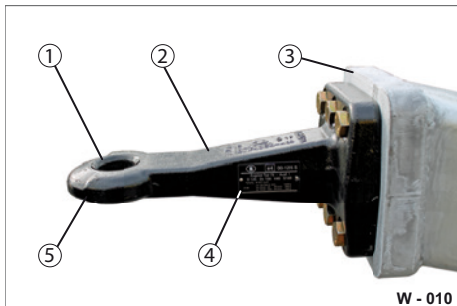

Abb. 13 Zugöse schmieren
- ▶ Reinigen Sie die Verschleiß-Buchse (Abb. 13/1) und die Zugöse (Abb. 13/2) mit einem sauberen, trockenen Lappen.